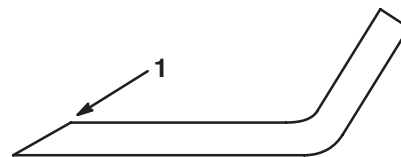

Figure 28
1. Au moyen d'une lime, aiguisiez les tranchants aux deux extrémités de la lame (Fig. 28) en veillant à conserver l'angle de coupe d'origine. Limez la même quantité de métal sur chacun des deux tranchants pour ne pas déséquilibrer la lame.